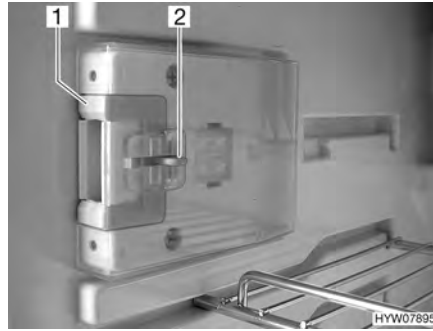
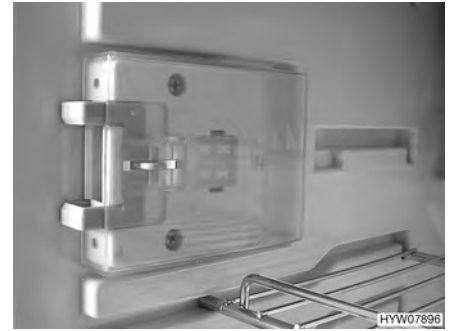

Fig. 173 Dispositif de fermeture en position normale
Fig. 174 Dispositif de fermeture en position de ventilation
- Presser le bouton de déverrouillage (Fig. 173,2).
- Pousser le dispositif de fermeture (Fig. 173,1) vers l'avant (Fig. 174).